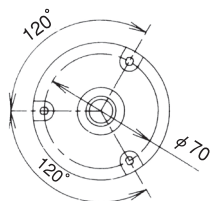
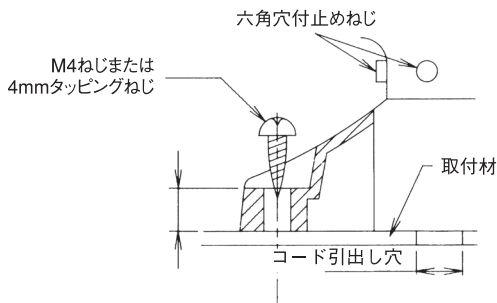

図1 円形取付台
図2 取付方法
- 3.取付材の上に円形取付台(図1)を置き、上部から4mmのタッピングねじまたはM4ねじで3か所確実に固定して下さい(図2)。その際、ねじの長さは取付材の板厚に応じたものを使用して下さい。